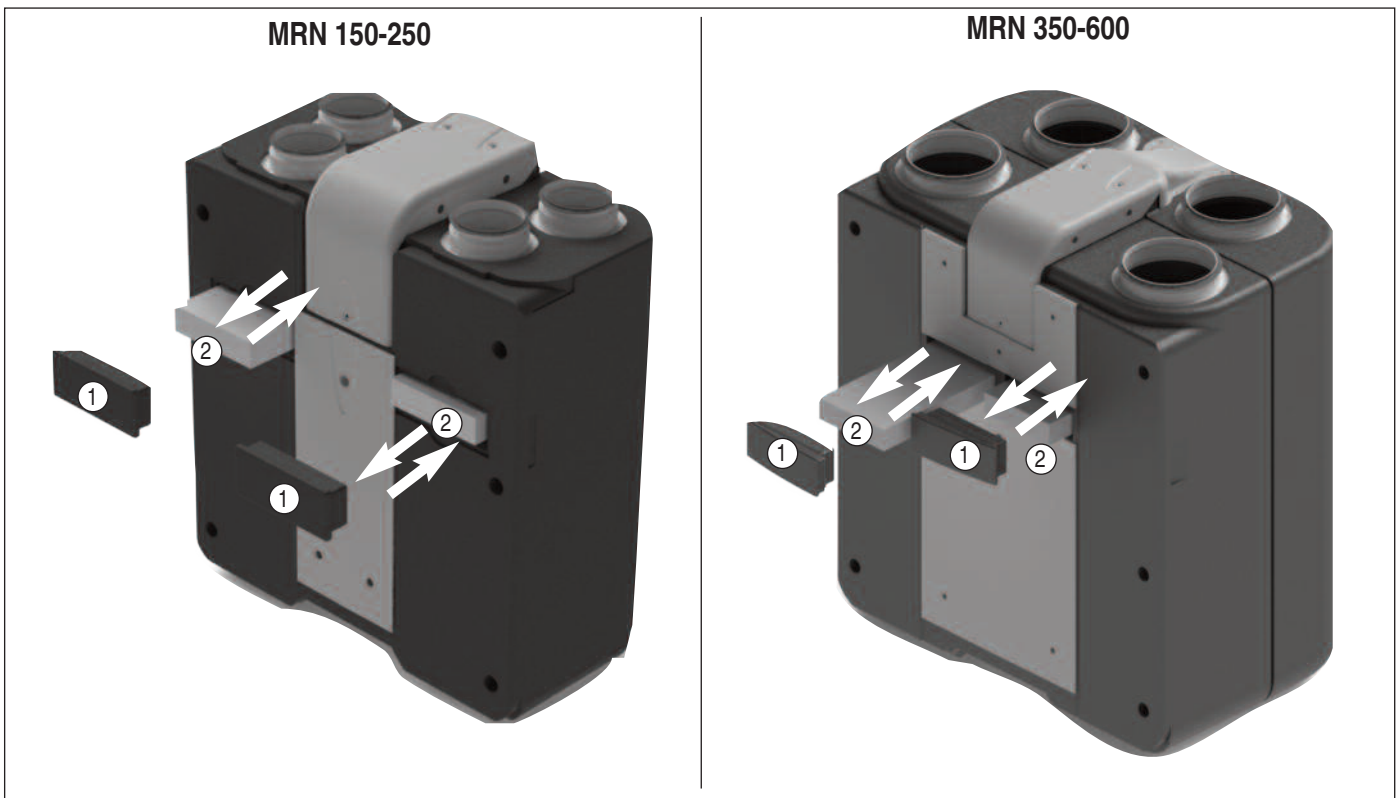

fig. 34
È possibile accedere ai filtri presenti nell'unità tramite tappi ad incastro con presa ergonomica (1 fig. 34).
- Per sostituire i filtri (2 fig. 34) in entrambi i modelli tirare verso l'esterno i tappi (1 fig. 34).
- Durante la sostituzione, assicurarsi di posizionare i filtri (2 fig. 34) in modo corretto, accompagnandoli sempre durante l'inserimento dentro il vano apposito. Reinserire i tappi (1 fig. 34).
It is possible access to unit filters removing plugs with ergonomic handle (1 fig. 34).
- *To change filters (2 fig. 34) pull plugs in outside direction (1 fig. 34).*
- *In change of filters operation be sure to place filter in right position with gently movement during insertion in right position. Replace plugs (1 fig. 34).*